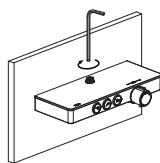

Figure 8
- Remettez le couvercle en verre et reconnectez le connecteur du rail de levage au panneau de douche thermostatique (Figure 8).